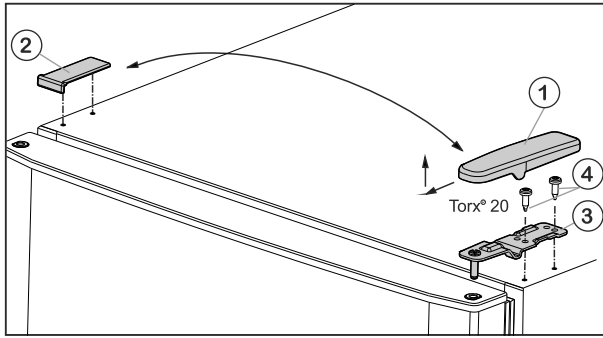
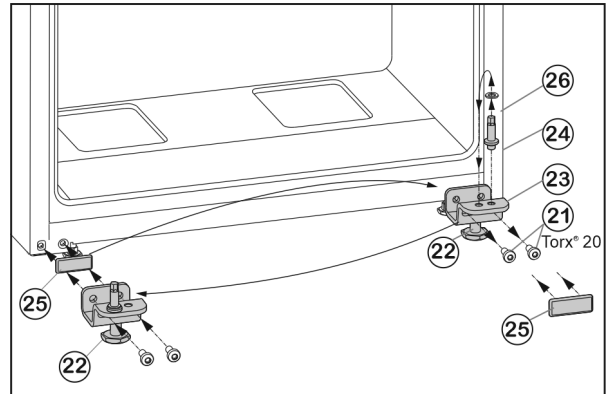

Fig. 5
Fig. 7
- ▶ Retire hacia delante y hacia arriba la cubierta Fig. 5 (1).
- ▶ Desmonte la cubierta Fig. 5 (2).
- ▶ Desatornille el soporte de cojinete superior Fig. 5 (3) (2 x Torx® 20) Fig. 5 (4) y extráigalo hacia arriba.
- ▶ Desatornillar Fig. 7 (21) los tornillos de sujeción.
- ▶ Retirar soporte de rodamiento inferior Fig. 7 (23) por completo con pivote roscado Fig. 7 (24), arandela Fig. 7 (26) y pie de ajuste Fig. 7 (22).
- ▶ Desenroscar el pivote roscado Fig. 7 (24) por completo con la arandela Fig. 7 (26), colóquelo en el orificio de sujeción más adelante del soporte de rodamiento y vuélvalo a enroscar.
- ▶ Retirar con cuidado la placa de recubrimiento Fig. 7 (25) y colocarla en el lado opuesto.
- ▶ Atornillar soporte de rodamiento inferior Fig. 7 (23) por completo con pivote roscado Fig. 7 (24), arandela Fig. 7 (26) y pie de ajuste Fig. 7 (22) en el nuevo lado de las bisagras con ayuda de destornillador eléctrico (con 4 Nm).
- ▶ Colocar la puerta inferior desde arriba sobre los pernos de apoyo Fig. 7 (24).
- ▶ Colocar el apoyo central (13) girado 180° en la puerta inferior y atornillar firmemente con tornillos de sujeción (11) (2 Torx® 20) en el nuevo lado de las bisagras (con 4 Nm).
- ▶ Volver a colocar (10) el disco de plástico.
- ▶ Colocar la puerta superior sobre el apoyo central (13).
- ▶ Inserte el soporte de cojinete superior Fig. 5 (3) en el nuevo lado de la bisagra y en la puerta.
- ▶ Enroscar el soporte de rodamiento superior (con 4 Nm) (2 veces para Torx® 20) Fig. 5 (4). Por último, no utilice ningún destornillador eléctrico.
- ▶ Colocar y encajar la cubierta Fig. 5 (1) desde el exterior en el lado opuesto.
- ▶ Colocar y encajar la cubierta Fig. 5 (2) también desde arriba en el lado opuesto.
- ▶ Desatornillar el pie de ajuste Fig. 7 (22) en el apoyo inferior Fig. 7 (23) hasta que se apoye sobre el suelo.